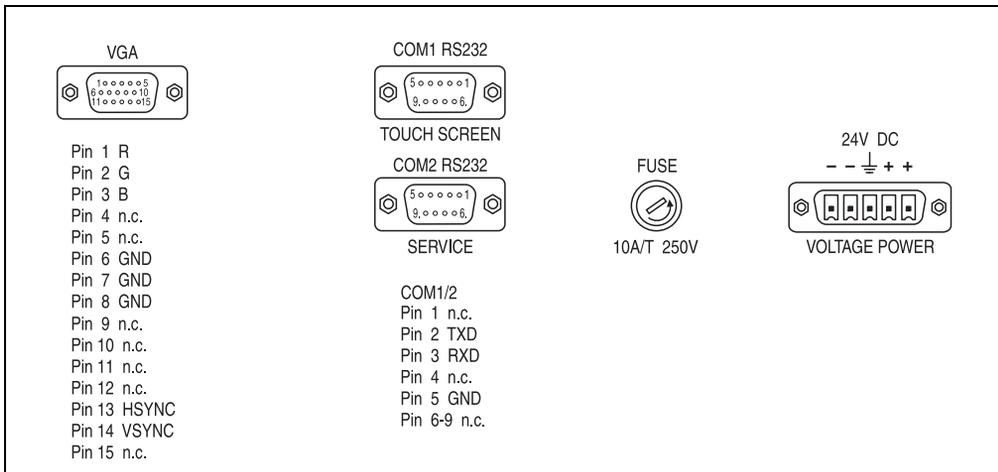

Abbildung 164: Anschlüsse 5D9200.01
**Diese Displayeinheit benötigt eine externe 24 VDC Spannungsversorgung (Stecker ist im Lieferumfang enthalten). Die Belegung des Steckers ist mit dem Versorgungsstecker der Displayeinheit 5D9200.01 ident (siehe Abbildung 164 "Anschlüsse 5D9200.01", auf Seite 268.**